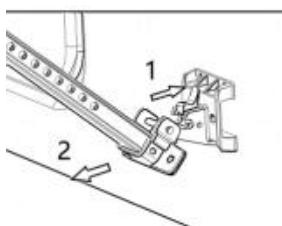

Figure D9
a. Zwolnij zaczep na dolnym wsporniku montażowym, odchyl pręt podporowy na zewnątrz i umieść go pionowo na podłożu. (Rysunek D9)